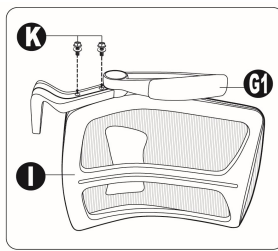

図3
5. 図3のように、25 mm の平ワッシャー付き小ねじ(K)で、左アーム(G1)を背もたれクッション(I)の左側に取り付けます。**ねじを完全には締めないでください。**